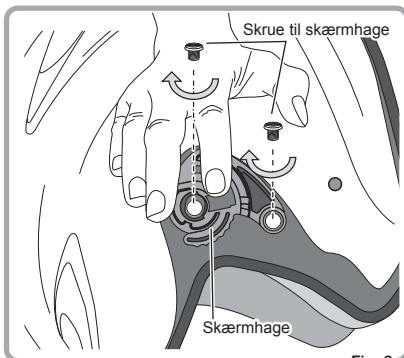

Fig. 3
③ Skru begge skærmhageskruer godt fast i urets retning. Gentag samme procedure på de andre skærmhager. Så er skærmhagerne monteret (fig. 3)